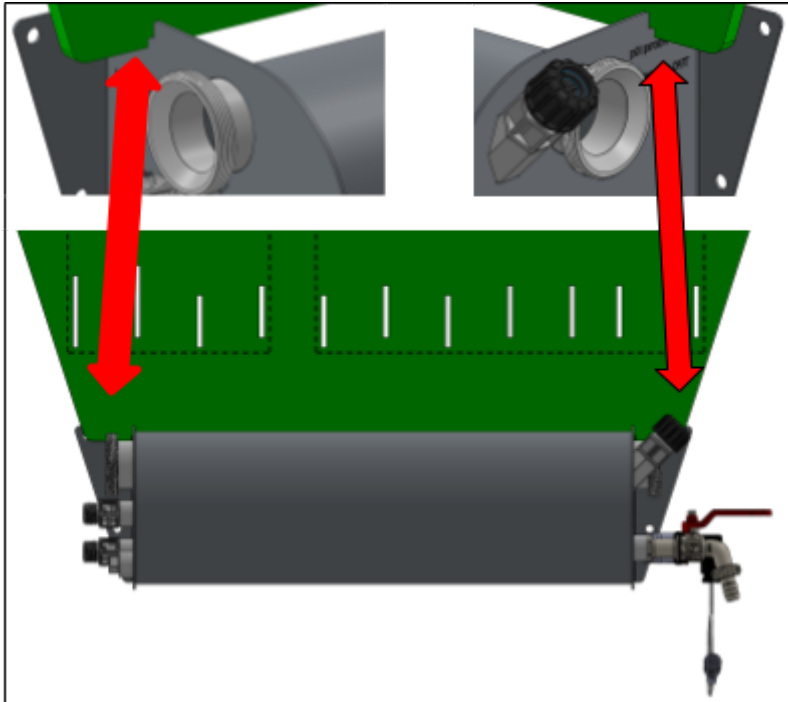

Figure 23.
- Abaissez la paroi arrière dans les rainures du réservoir de mélange. (Voir figure 23)